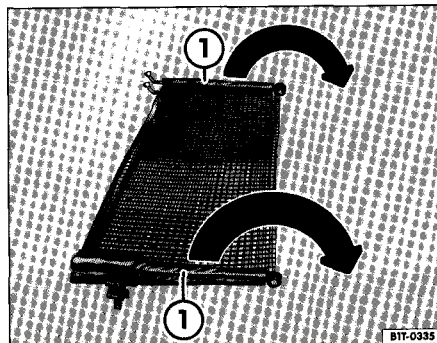

Fig. 102 Depliage du filet de separation
- Depliez entierement les barres transversales z fig. 102 ® du filet de separation dans le sens de la fleche jusqu'a ce que vous entendiez un 0 clic >s.